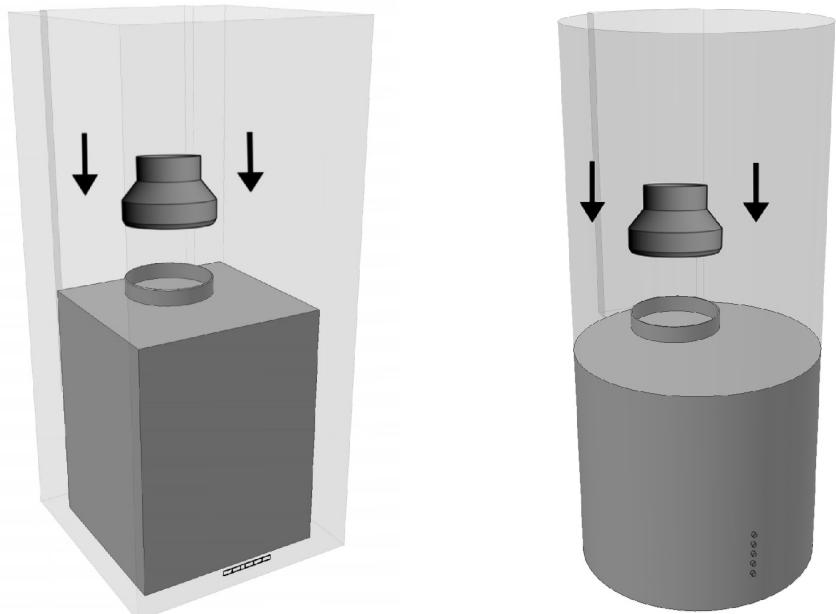

Abb. 3
- Nalożyć tuleję redukcyjną na tulejipowietrza (rys.3) i przymocować do niej rurę odprowadzającą powietrze.